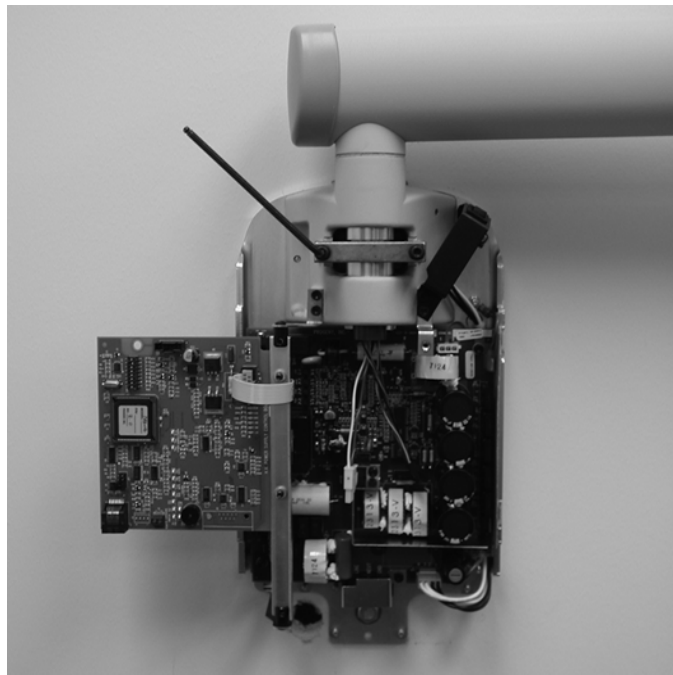

Figure 99
5. À l'aide d'une clé Allen de 4 mm, comme illustré à la *Figure 99*, serrez les vis de manière égale pour appliquer un freinage adéquat au pilier de pivotement de sorte que le bras horizontal commence à bouger après le bras articulé.